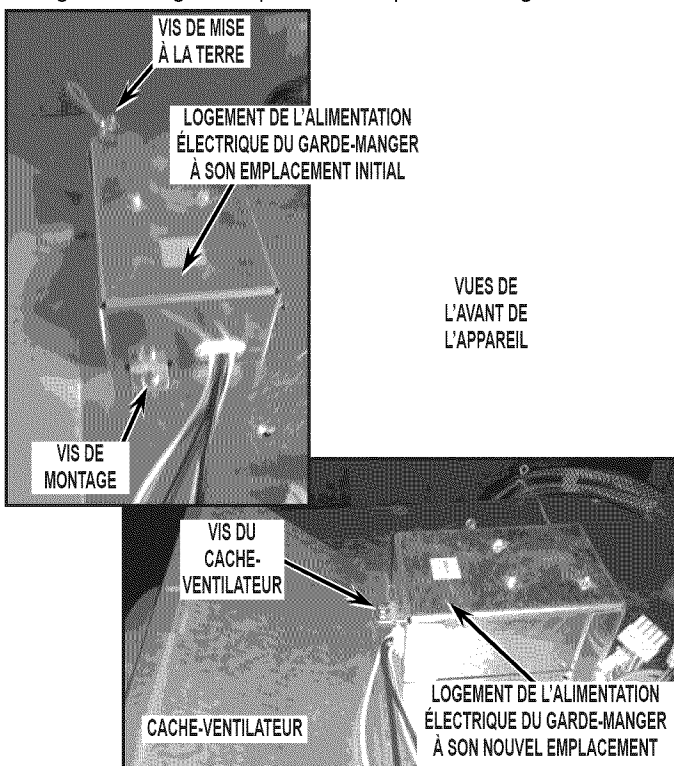

FIGURE 8
10. Débrancher le logement de l'alimentation électrique du garde-manger du couvercle du condensateur en retirant la vis de montage et la vis de mise à la terre. Faire pivoter le logement de l'alimentation électrique du garde-manger à 90°, retirer la vis du cache-ventilateur illustrée ci-dessous et s'en servir pour refixer le logement de l'alimentation électrique du garde-manger à la position indiquée. Voir *Figure 8*.